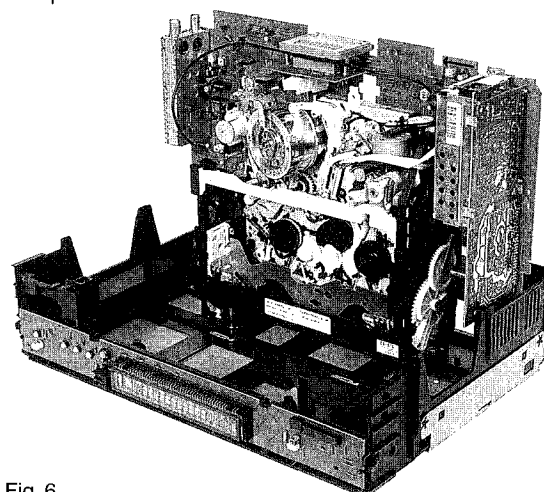

Fig 6
- Die Kombination MOBO Laufwerk wenden und falls notwendig in die Serviceposition bringen (Fig 6) In dieser Position ist das Gerät funktionsfähig